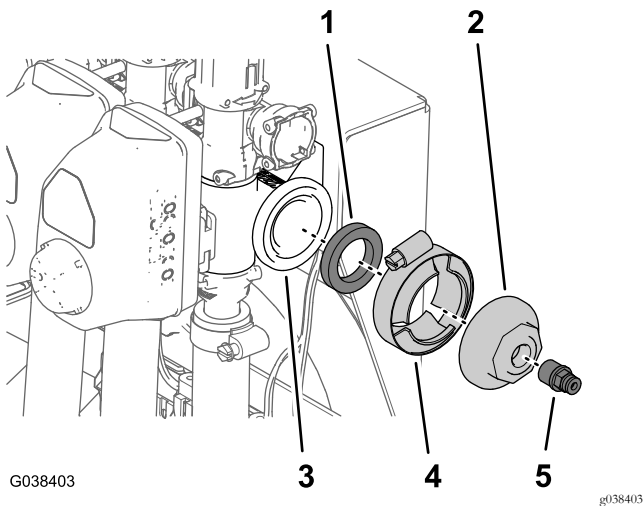

图87
1. 卸下将垫片和端盖固定到右喷洒阀法兰上的法兰夹具图87。
2. 从端盖的端口取下管道连接器图87。